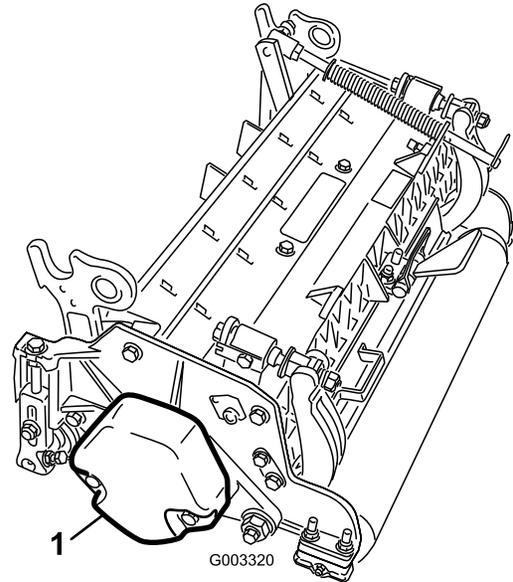

图 5
3. 按照滚刀组 *操作员手册* 的说明确保将配重块图 5 安装到滚刀组正确的一端上。